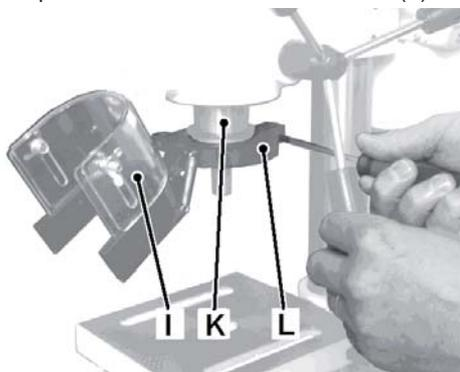

Рис. 2
- Встановіть захист патрона (I, Рисунок 2) на свердлильну піноль (К), перш ніж монтувати патрон.
- Щільно затягніть затискний гвинт (L).